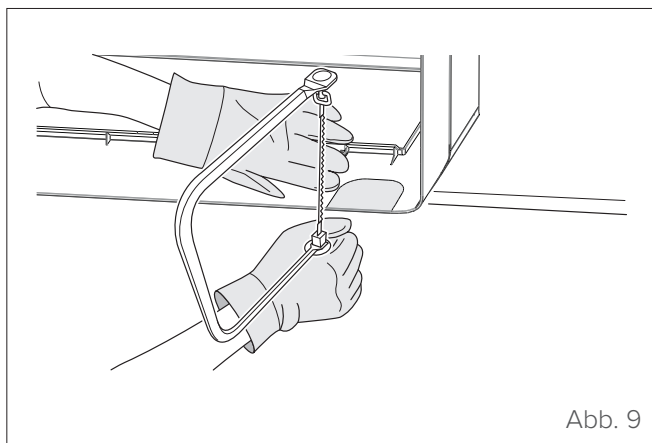

Abb. 9
- 2 Wenn sich die Wanddurchführung hinter dem Gerät befindet, das Ausbrechstück nicht entfernen. Falls die Wanddurchführung seitlich von der Inneneinheit angeordnet ist, das Ausbrechstück aus Kunststoff an der Geräteseite mit einer Stichsäge entfernen (siehe “Abb. 9”).